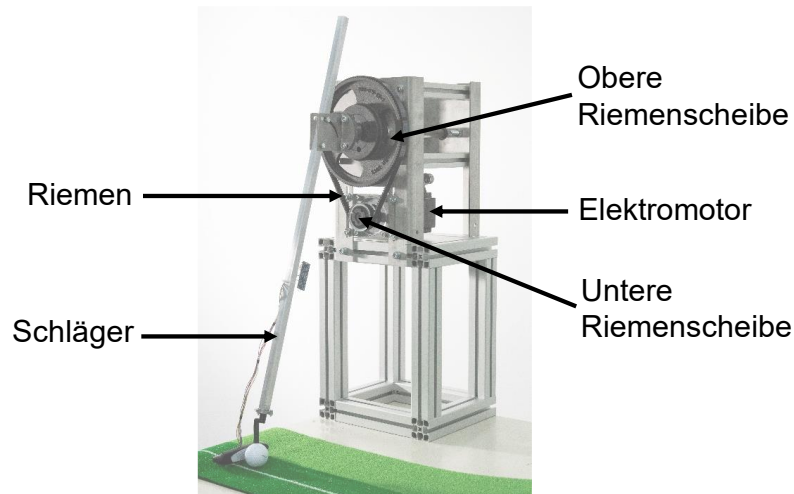
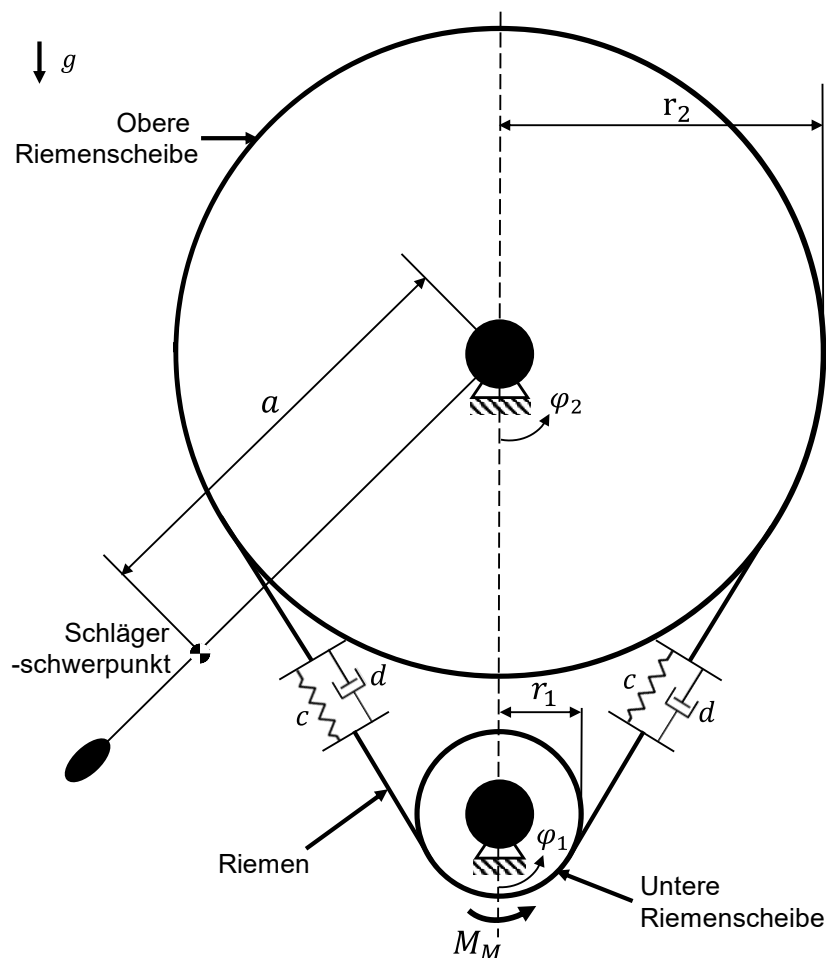

Bild 2: Entwurf des Roboters
Bild 3: Physikalisches Ersatzbild der Schlageinheit des Roboters
Der Besitzer einer Minigolfanlage gibt Ihnen den Auftrag, einen Demonstrator zum Zwecke der Vorführung idealer Golfschläge zu entwickeln. Zunächst beschäftigen Sie sich mit dem Aufbau der Schlageinheit des Roboters und entwerfen die Konstruktion, wie sie in Bild 2 dargestellt ist. Das physikalische Ersatzbild der Schlageinheit ist in Bild 3 dargestellt.
- 4.2 Nun soll die Mechanik betrachtet werden. Erstellen Sie hierfür zunächst einen Freischnitt des in Bild 3 dargestellten physikalischen Ersatzbildes, indem Sie die obere und die untere Riemenscheibe freischneiden. Zeichnen Sie alle relevanten Kräfte und Momente ein.